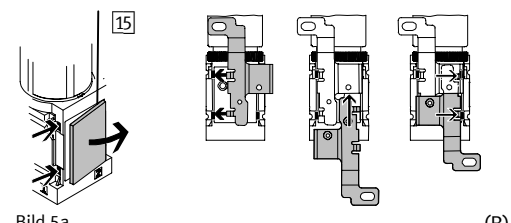

Bild 5a
- Väggbygel MS...-WBM med avlånga hål upptill (B)
- Väggbygel MS...-WB med avlånga hål vid sidan av enheten (C)
- Demontera den bakre täckplattan (15) på MS...-... (lyft snäpphaken med en skruvmejsel).
- Montera väggbyglarna enligt bild 5a på serviceenhet MS...-... .
- Vrid låsskruvarna (16) i väggbyglarna.